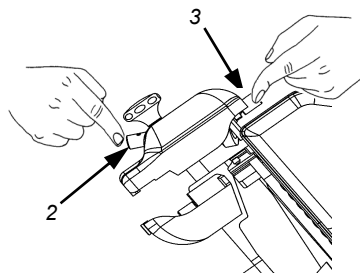

Abb. 45
- gleichzeitig, für 1-2 Sek., die Druckknöpfe 2 und 3 drücken und beide gleichzeitig wieder loslassen (Abb. 45);